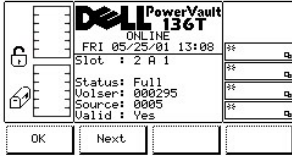

图 15. 状态 > 磁带库 > 槽位 > 槽位状态对话框
选择确定后，将显示“槽位状态对话框”。请参见 图 15。此屏显示当前槽位的物理和统计特性。
- 1 如果按下**下一步**软键下方的按钮，则显示“槽位状态对话框”。请参考图 15。